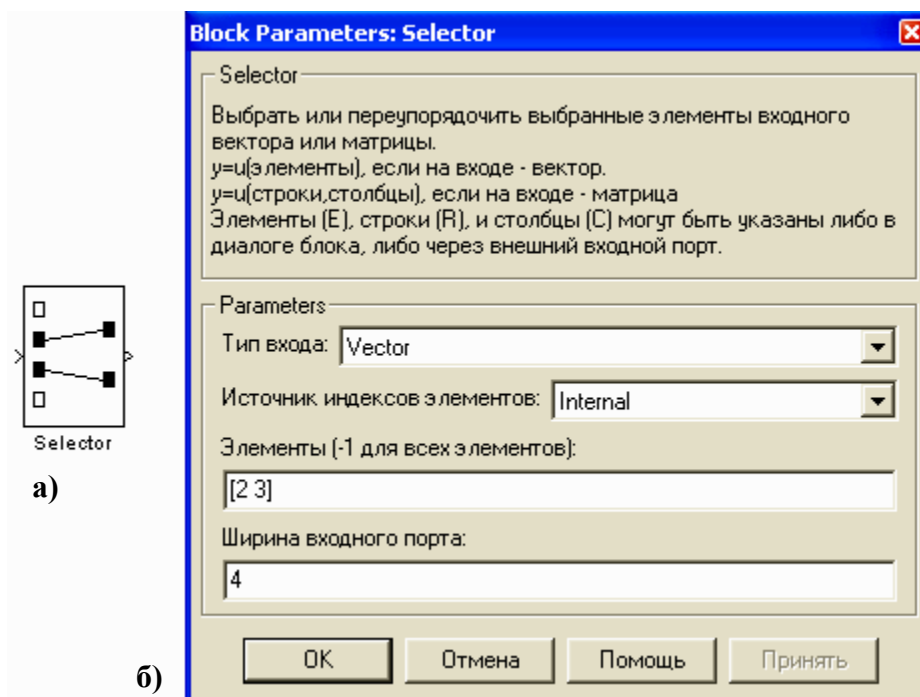

Рис. 1.37.
9. Selector (Селектор) – выбирает во входном векторе (Vector) или матрице (Matrix) и передает на выход только те элементы, номера которых указаны в поле ввода Elements (Элементы) окна настройки блока (рис. 1.37). Изображение блока зависит от того, какой выбор элементов задан. Выбор сигнала может быть внутренним (Internal) или внешним (External). В последнем случае на изображении блока появляются выводы для управляющих сигналов.